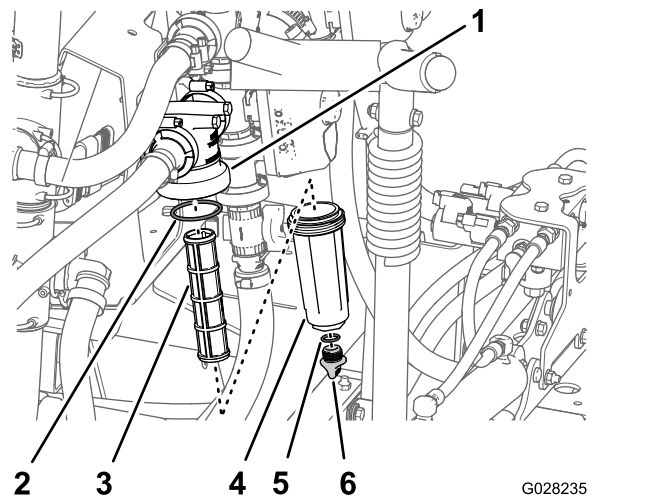

Figure 104
2. Placez un bac de vidange sous le filtre de pression (Figure 104).
3. Tournez le bouchon de vidange dans le sens antihoraire et déposez-le de la cuvette du filtre de pression (Figure 104).
4. Tournez la cuvette dans le sens antihoraire et déposez-la de la tête du filtre (Figure 104).
5. Retirez l'élément du filtre de pression usagé (Figure 104).
6. Contrôlez l'état et l'usure du joint torique du bouchon de vidange (à l'intérieur de la cuvette) et du joint torique de la cuvette (à l'intérieur de la tête du filtre) (Figure 104).
7. Montez le nouvel élément filtrant dans la tête du filtre de pression (Figure 104).
8. Vissez la cuvette sur la tête du filtre à la main (Figure 104).
9. Vissez le bouchon sur la cuvette à la main (Figure 104).